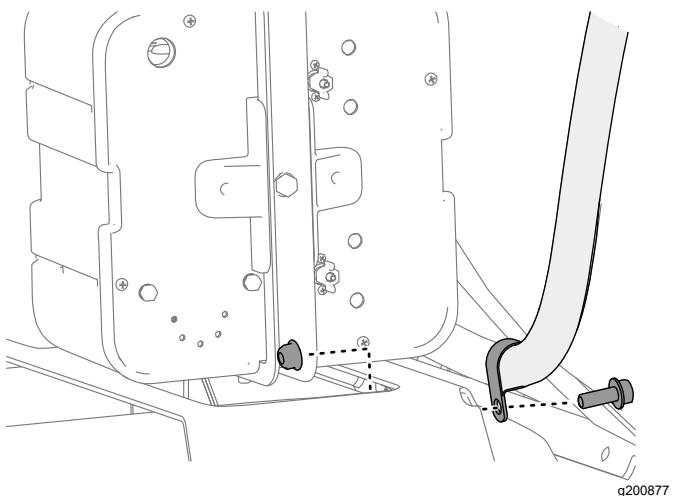

Bild 7
7. Wenn ein Spülkit an der Maschine montiert ist, befestigen Sie das Spülkit mit der R-Klemme, wie in Bild 7 abgebildet.